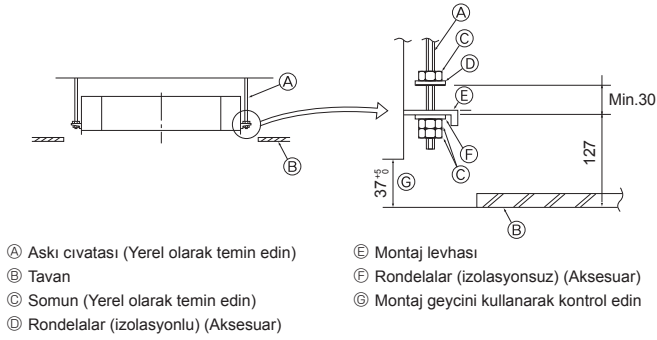

Fig. 2-5
- ① Ahşap yapılarda
- ② Betonarme yapılarda
2.5. Üniteyi asma işlemleri (Fig. 2-5)